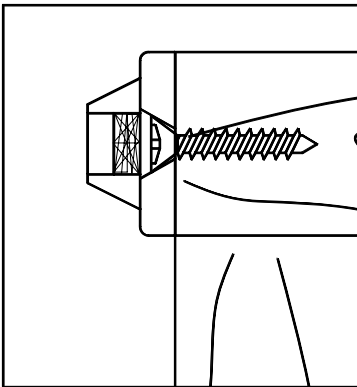

Figure 1
Utilisez un foret de 3/32 po pour percer des avant-trous dans le meuble aux « emplacements des vis ». Utilisez les DEUX (2) vis courtes pour fixer le support latéral du meuble. Ce support peut être installé à la verticale ou à l'horizontale, au besoin, (voir la Figure 1).